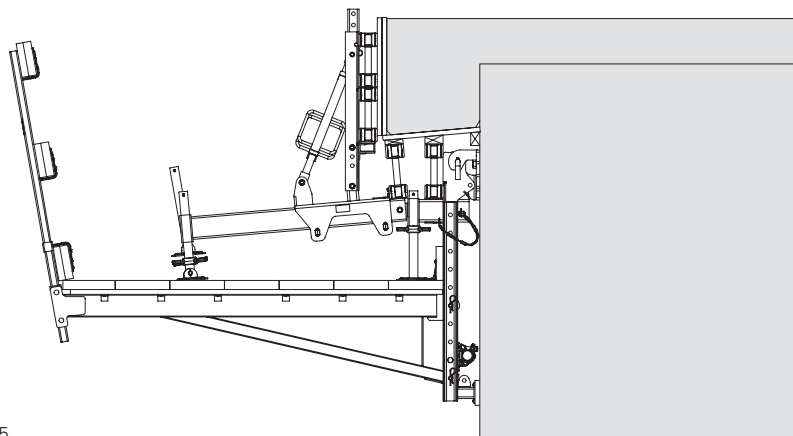

Fig. C3.05
- Smontaggio e rimozione dell'unità cassaforma. (Fig. C3.05)